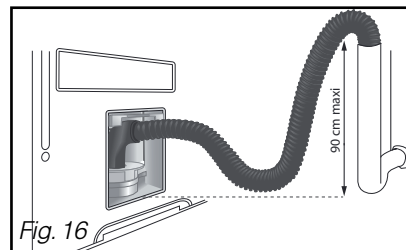

Fig. 16
- Sur un siphon ventilé (Fig. 16).